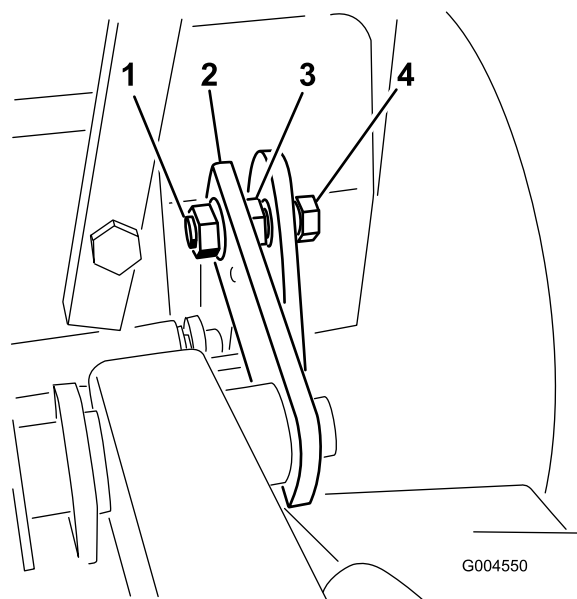

Figura 51
9. Ajuste los pernos hasta que el extremo del perno esté enrasado con la tuerca. Esto permite que el casquillo ruede en la ranura del soporte de la plataforma del cortacésped (Figura 51).